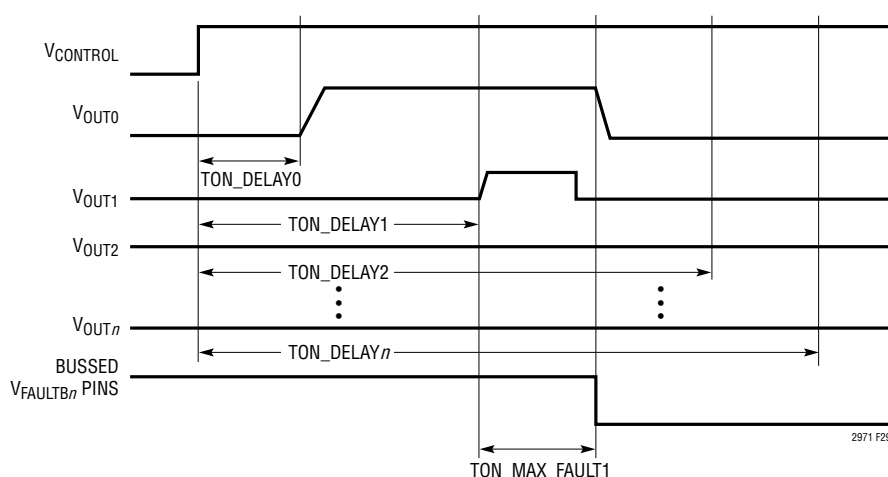

図29. チャンネル1の短絡が原因でアボートされたオン・シーケンス
- FAULTBを互いに結線して障害依存関係を構築できます。図28に、いずれかのFAULTBに障害が発生した場合にそれ以外を全てローにする設定を示します。こうすると、いずれかのチャンネルが起動しなかった場合に起動シーケンスをアボートすることが望ましいアレイの場合に役立ちます(図29参照)。